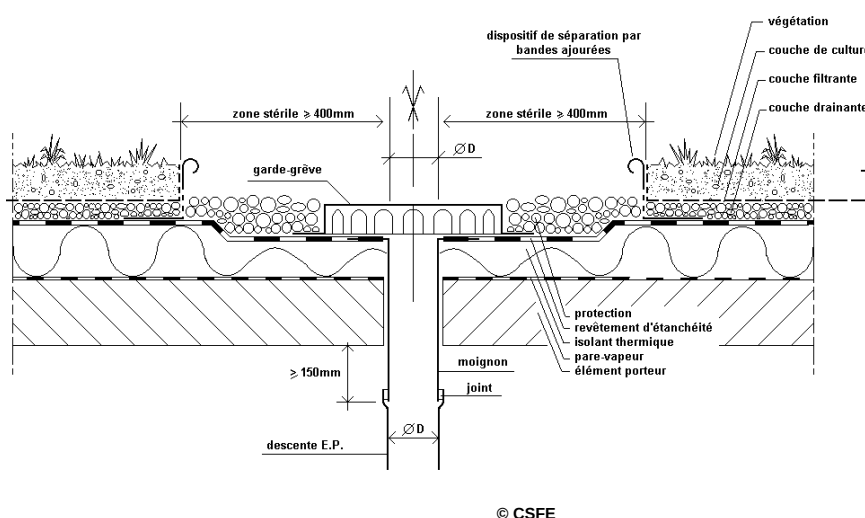

FIGURE 28 : EVACUATIONS PLUVIALES
- Soit bordées par une zone stérile sur 40 cm minimum. Un filtre ou la natte absorbante remonte le long du dispositif de délimitation (voir Figure 28) ;